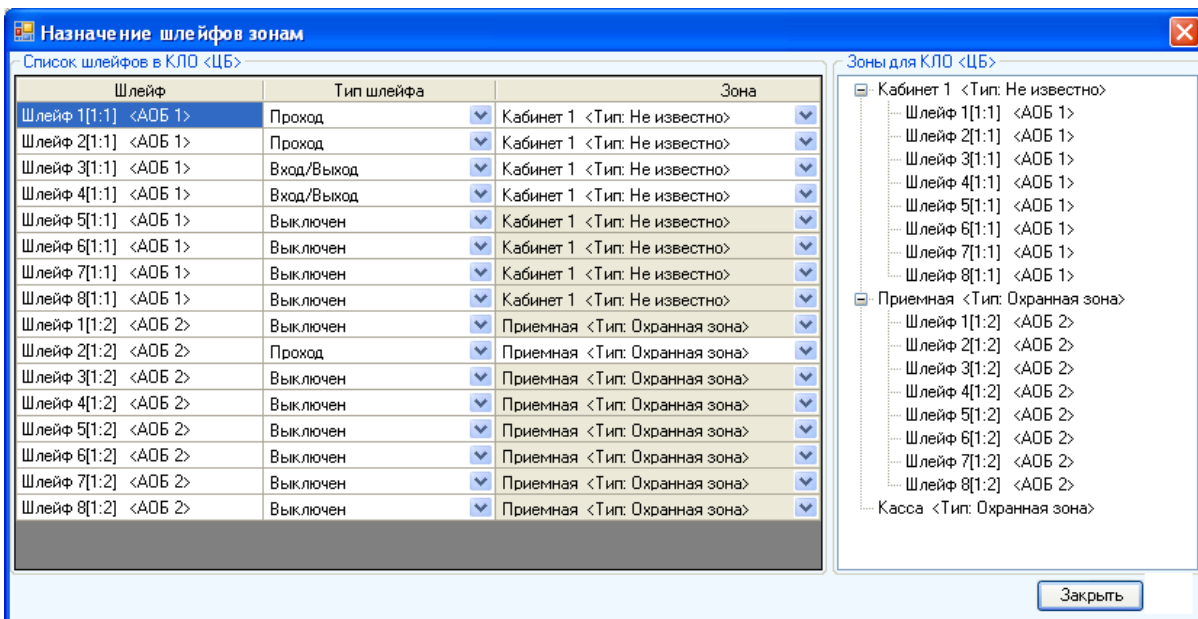

Рисунок 67. Окно назначения шлейфам зон.
- Из окна свойств зоны вызвать окно назначения шлейфам зон (Рисунок 67)